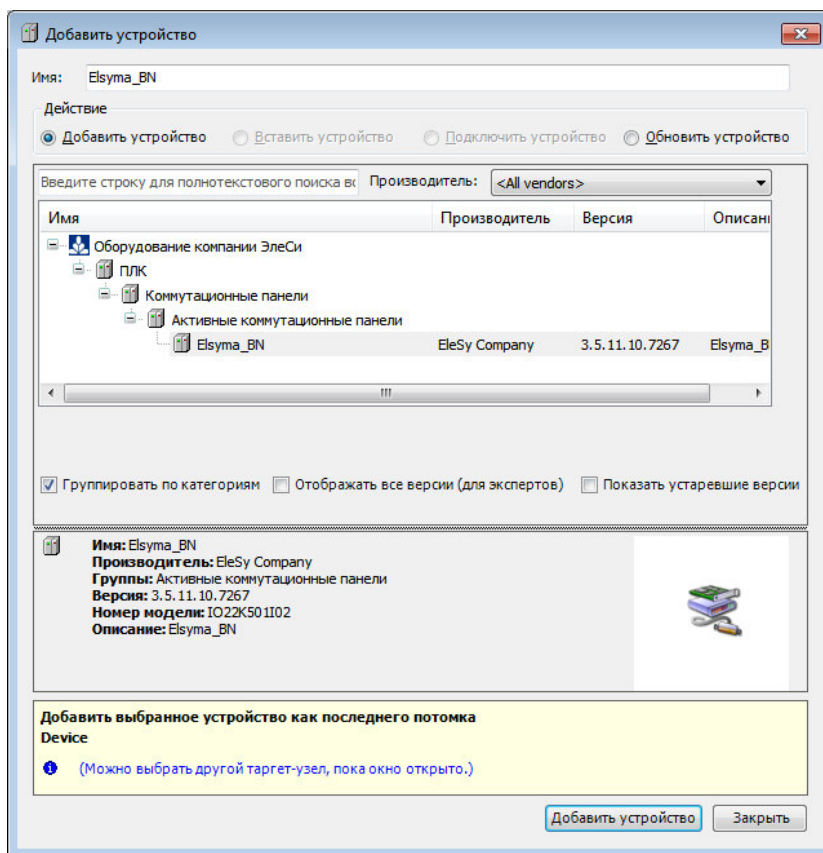

Рисунок 3.6 - Окно добавления устройств
2. В окне «Добавить устройство...» найти группу «Устройство». В поле **Производитель:** следует выбрать *EleSy Company* и выбрать устройство *Elsyта\_BN* после чего нажать кнопку «Добавить устройство...» (рисунок 3.6).